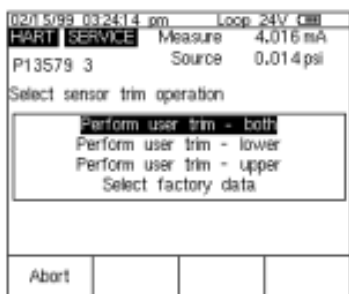

图 8
5. 如果 AS Found 测试失败 (即在误差一览表中有加亮误差显示), 则需要进行调整。按 Adjust 软键。选择 Sensor Trim, 并按  $\square$ 。(不要选择 Pressure Zero Trim。它和在零点调节传感器低点是一样的, 这对于不提供传感器调节的压力变送器是有用的)。744 的屏幕看起来应像图 8 所示。